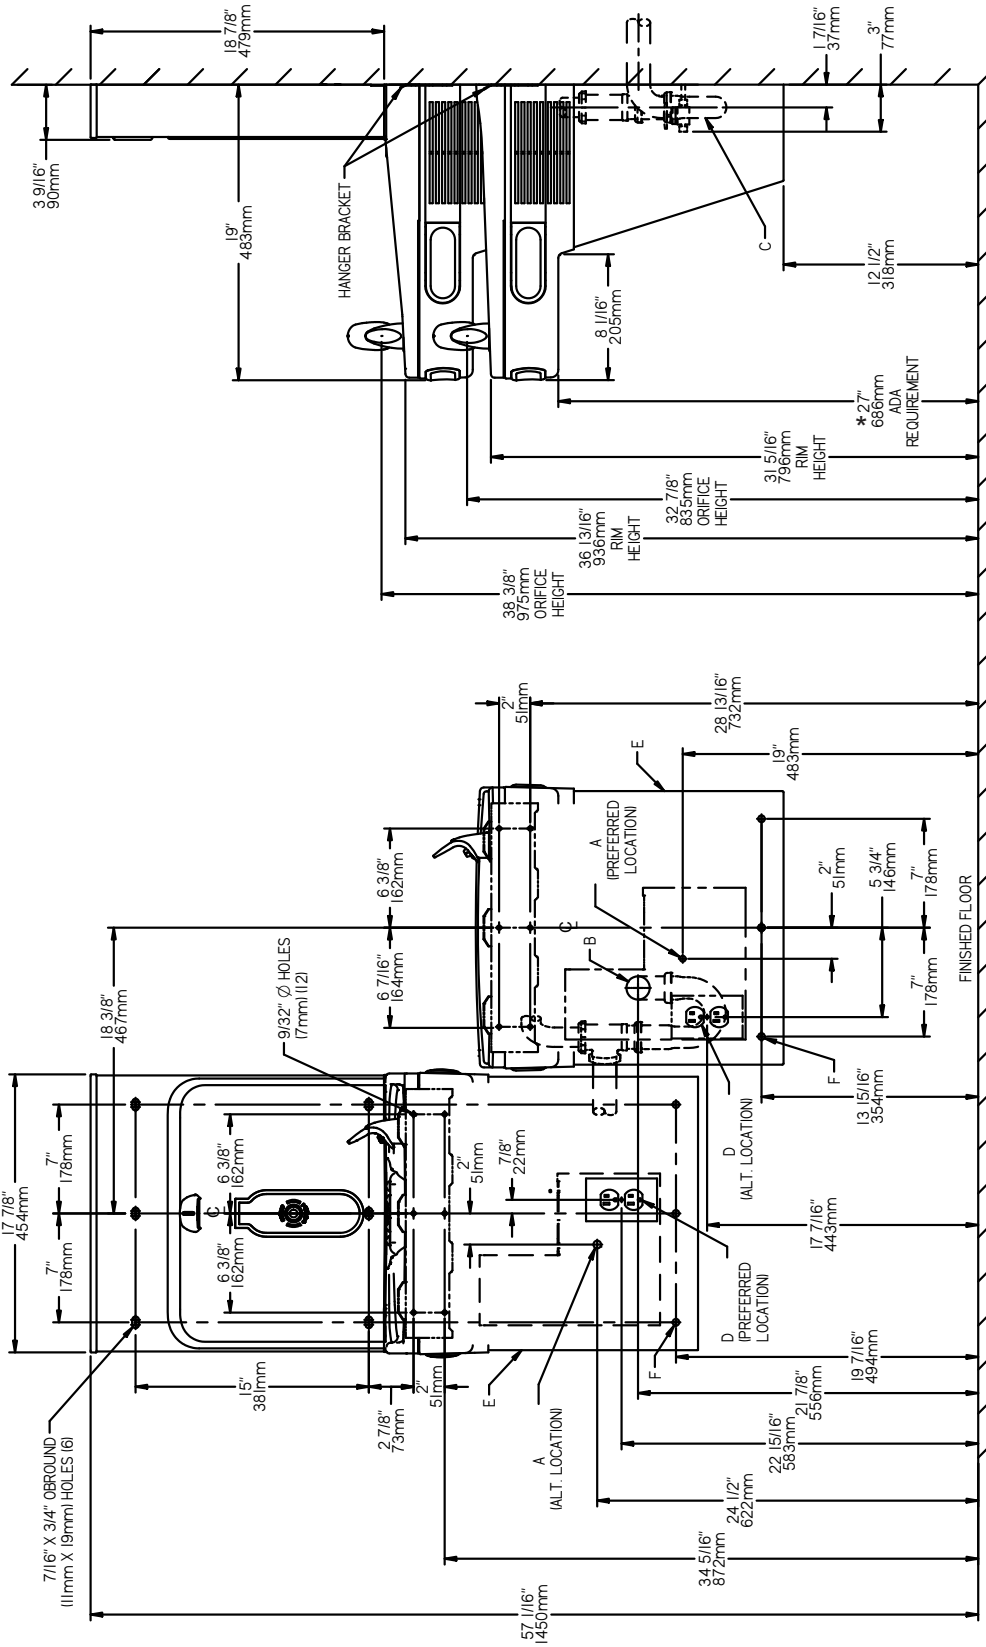

Fig. 2
- 1) Remove hanger brackets fastened to back of cooler by removing one (1) screw.
- 2) Mount the hanger brackets as shown in Figure 2 or 3.
- 3) Hang the cooler on the hanger bracket. Be certain the hanger bracket is engaged properly in the slots on the cooler back as shown in Figure 2 or 3.
- 4) Remove the four (4) screws holding the lower front panel at the bottom of cooler. Remove the front panel by pulling straight down and set aside.
- 1) Retire el soporte fijador que se encuentra conectado a la parte posterior del enfriador sacando un (1) tornillo.
- 2) Monte el soporte fijador de la manera descrita en Fig. 2 y 3.
- 1) Retirez le support de suspension fixé au dos du refroidisseur en retirant une (1) vis.
- 2) Montez le support de suspension comme indiqué dans la figure 2 et 3.
- 3) Pendez le refroidisseur au support de suspension. Assurez-vous que le support est correctement inséré dans les emplacements au dos du refroidisseur, comme indiqué dans la figure 2 et 3.
- 4) Retirez les four (4) vis maintenant en place le panneau frontal au bas du refroidisseur. Retirez le capot inférieur en tirant vers le bas et mettez-le de côté.